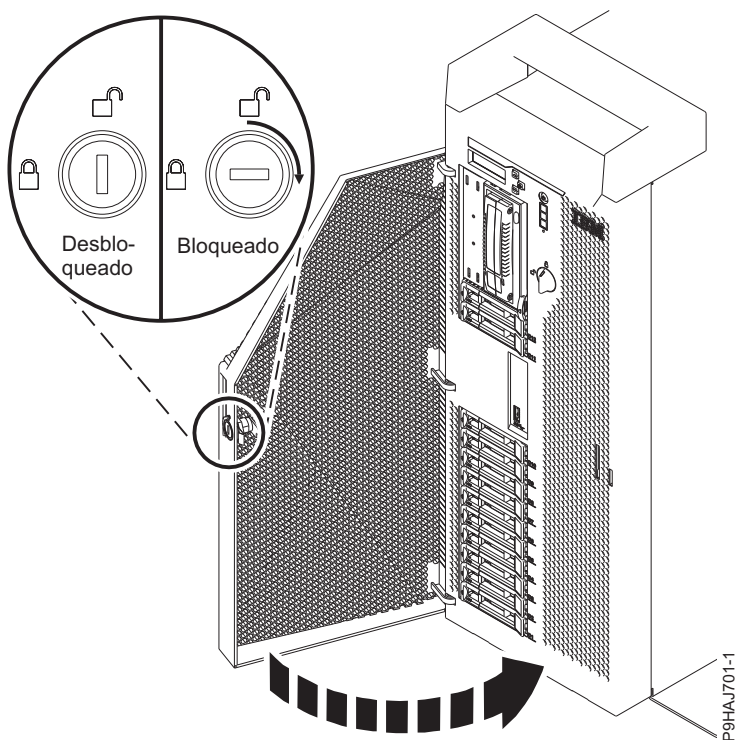

Figura 20. Cierre de la puerta frontal
5. Cierre la puerta frontal. Inserte la llave de la puerta frontal en la cerradura, tal como se muestra en la Figura 20. Gire la llave hacia la derecha (en el sentido de las agujas del reloj) para cerrar la puerta. En posición horizontal está cerrada, en posición vertical está abierta.